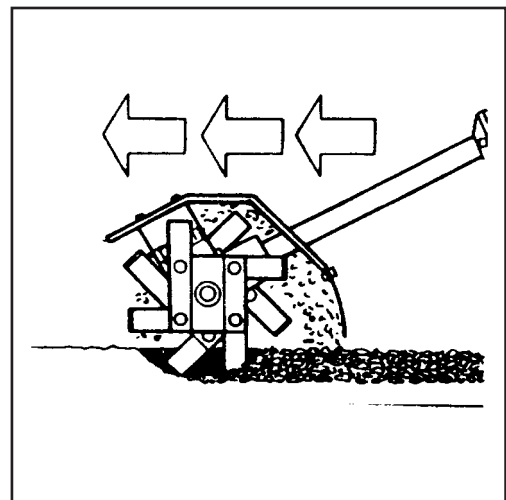
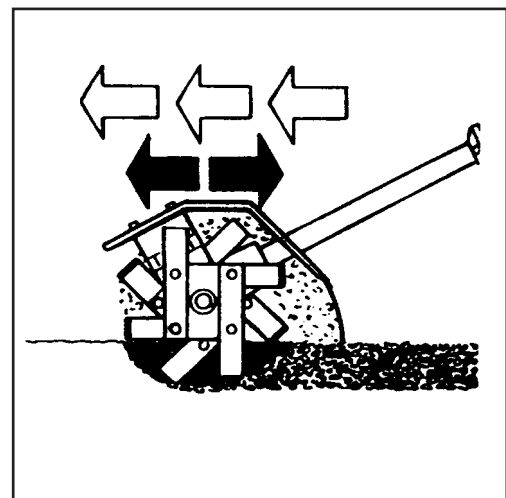

Fig. 5
Fig. 6
- Para un trabajo poco profundo: mueva el cultivador rápidamente sobre el terreno (Fig. 5). En cambio, si Ud. desea labrar profundamente, camine muy lentamente y permanezca más tiempo en el mismo sitio, moviendo la máquina hacia adelante y atrás (Fig. 6).
- Om op kleine diepte te werken, de cultivator snel over het terrein bewegen (Fig.5). Om juist in de diepte te werken, langzaam vooruit bewegen en langer op hetzelfde punt stilhouden, terwijl u de cultivator naar voren en naar achteren beweegt (Fig.6).
- Para schar com pouca profundidade, mova o cultivador rapidamente no terreno (Fig. 5). Por outro lado, para schar fundo, prossiga lentamente e permaneça mais tempo no mesmo lugar, deslocando o cultivador para a frente e para trás (Fig. 6).